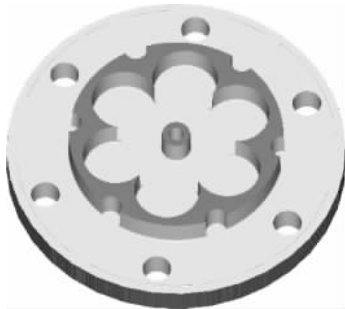

图 5-148 模拟加工结果
(13) 单击加工操作管理器中“选择全部操作”按钮 ,单击“切换刀具路径现实的选择操作”按钮 ,显示所有刀具路径。单击加工操作管理器中的“实体加工模拟”按钮 ,系统弹出“实体切削验证”对话框,单击“模拟执行”按钮 ,模拟加工结果如图 5-148 所示。